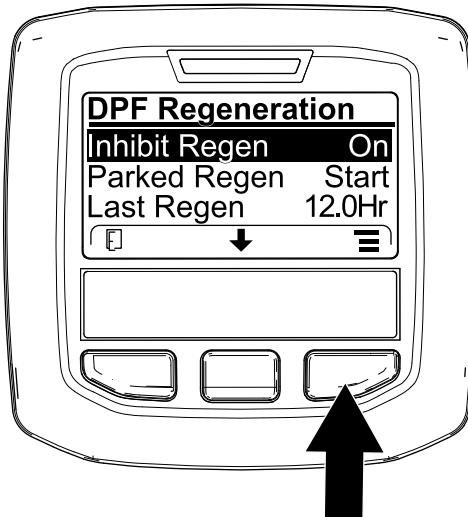
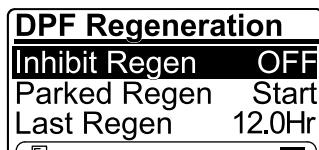

Figura 47
Figura 48
1. Accedete al menu DPF Regeneration, premete il pulsante centrale per scorrere il menu verso il basso fino all'opzione INHIBIT REGEN, quindi premete il pulsante destro per selezionare la voce Inhibit Regen (Figura 47).
2. Premete il pulsante destro per modificare l'impostazione dell'inibizione della rigenerazione da accensione a spegnimento (Figura 47) o da spegnimento ad accensione (Figura 48).